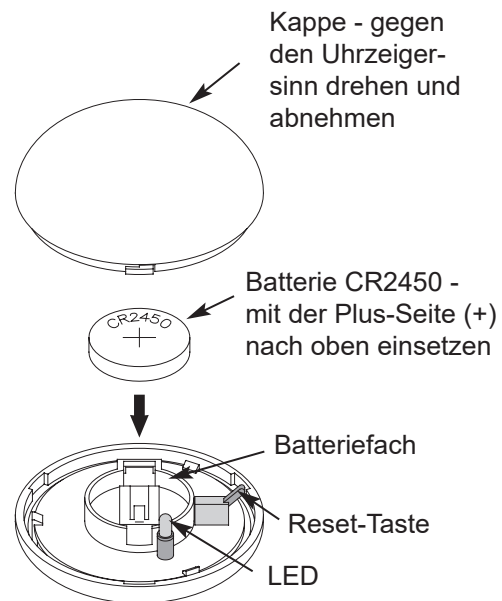

Abb. 3
5. Setzen Sie die Batterie (CR2450) wie in Abb. 3 auf Seite 21 gezeigt mit der Plus-Seite (+) nach oben in das Batteriefach ein. Die LED sollte kurz aufleuchten.
7. Halten Sie die **Reset-Taste** des Leckagesensors (siehe Abb. 3 auf Seite 21) mind. 5 Sekunden lang gedrückt. Dadurch wird ein Bluetooth-Kopplungssignal gesendet.